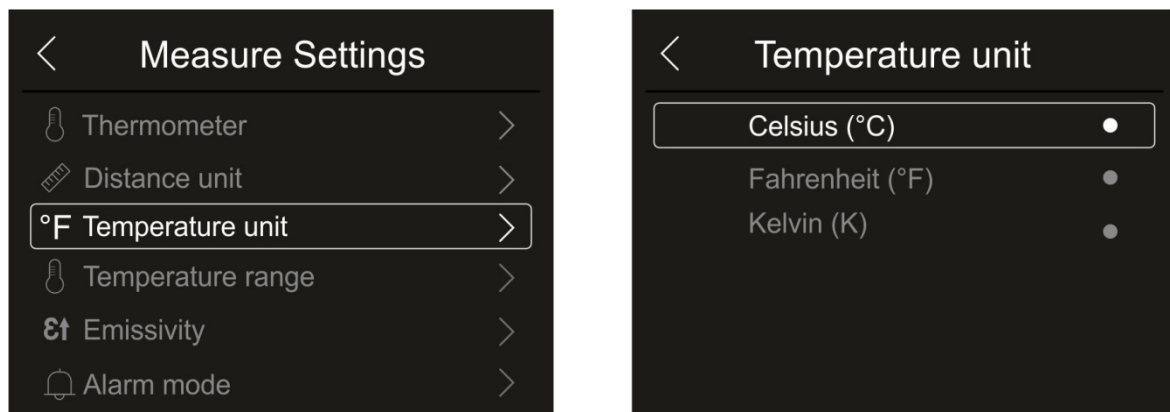

Fig. 26: Menu de réglage de l'unité de mesure de la température
1. Touchez l'élément «Temperature unit» pour régler l'unité de mesure de la température. La Fig. 26 - partie droite s'affiche à l'écran :